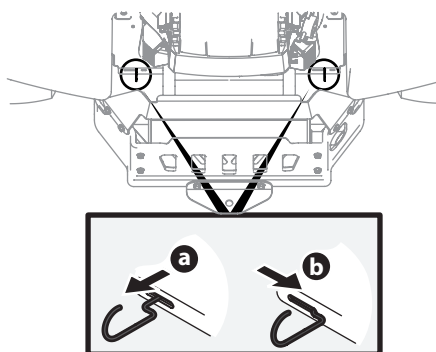

Figura 2-1
- Enganche las varillas de derivación de la transmisión, una a cada lado del tractor, para mover el tractor manualmente sin ponerlo en marcha. Las varillas de derivación de la transmisión están ubicadas en la parte trasera del tractor, justo en el interior de las ruedas traseras. Enganche las varillas de derivación tirando de cada una hacia afuera (a) y hacia la derecha (b) para trabarlas en su lugar. Vea la Figura 2-1.
- Después de mover el tractor, desenganche las varillas de derivación invirtiendo los pasos a y b. Vea la Figura 2-1.